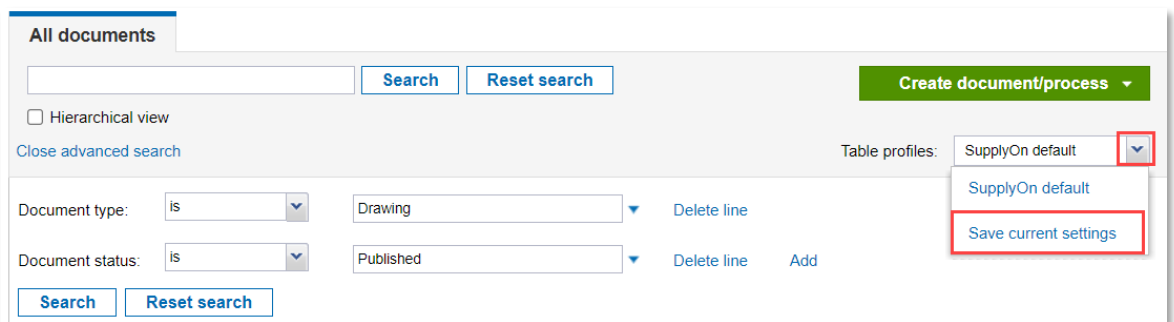

图 5 保存搜索配置文件。
4. 单击图 5 中所示的箭头，并选择 **Save current settings** 选项。搜索配置文件将被保存，并可用于下次登录。